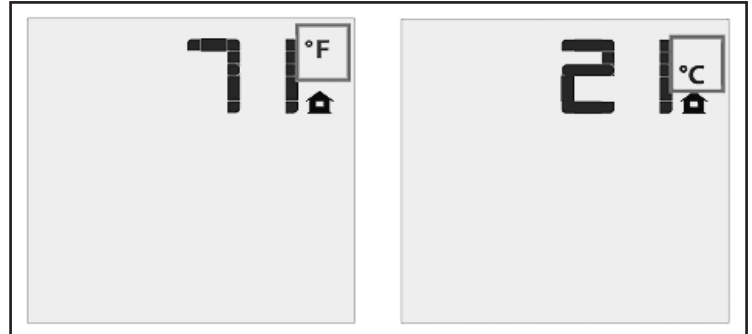

Figure 7: Affichage de télécommande en Fahrenheit et Celsius.
Insérez les quatre (4) piles AA dans le compartiment de piles de l'IFC. Notez la polarité de la pile et l'insérez dans le compartiment comme indiqué sur les supports du compartiment. Poussez le bouton de réinitialisation sur l'IFC marqué « SW1 » (voir la Figure 7).